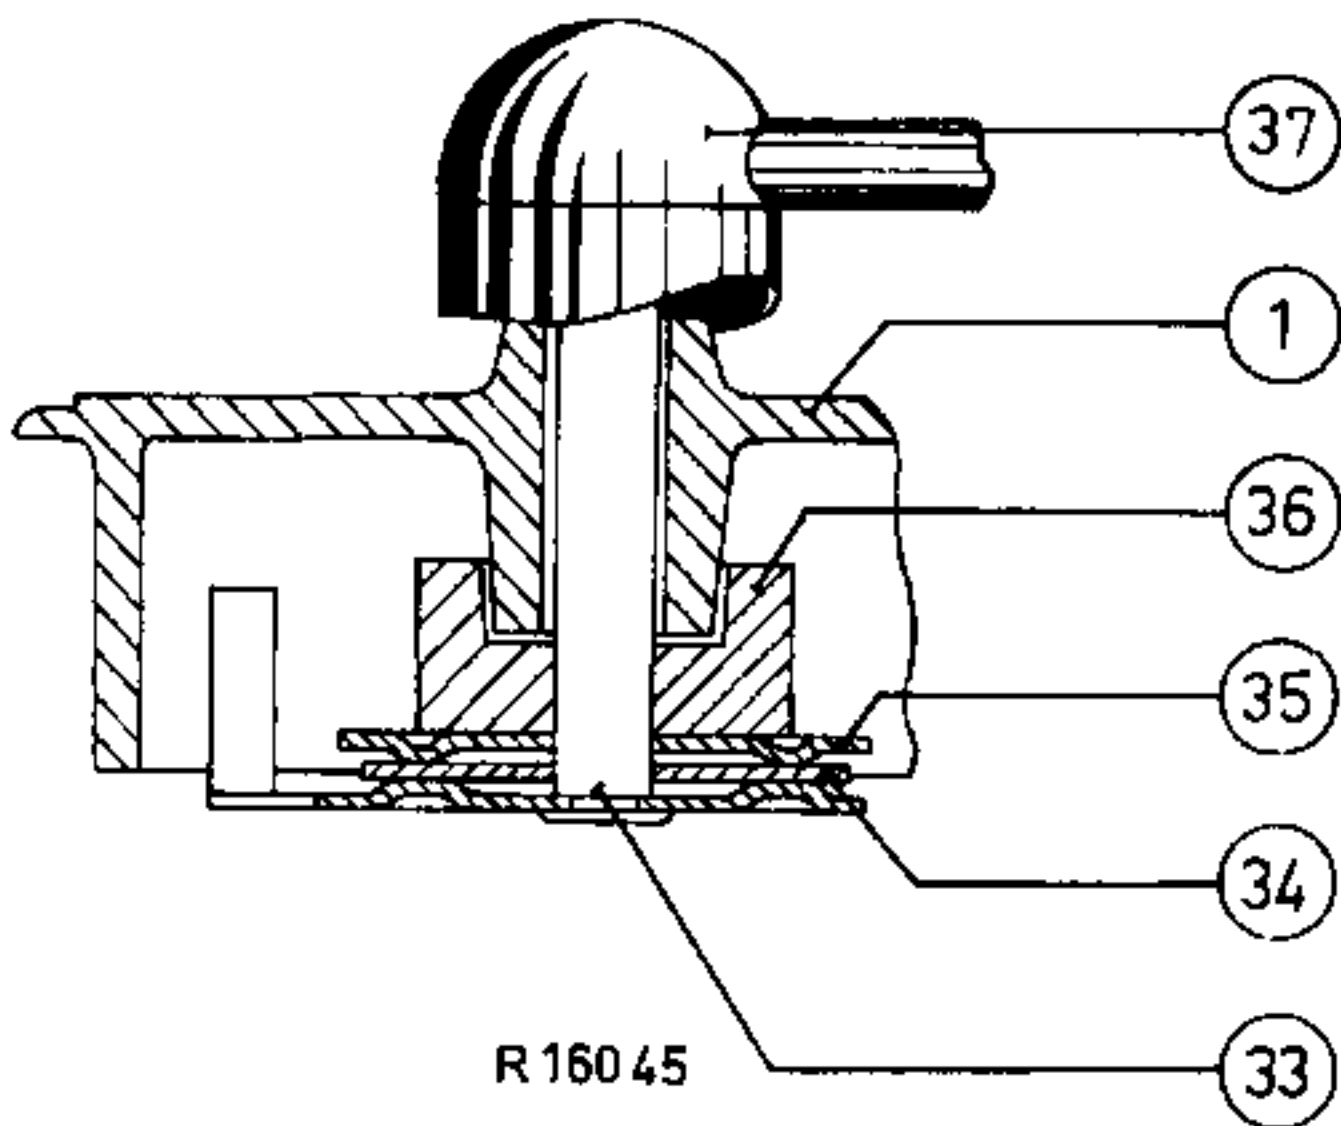

Fig.5
- g: Komt nu de stuitplaat 55 te dicht bij nok 3a, dan zal de stuitplaat 55 met de hieraan verbonden taster 54 bij elke omwenteling van de draaitafel iets terug geduwd worden. Als gevolg hiervan wordt de meenemer 35 ook iets verdraaid. Dit is mogelijk, door de frictie tussen de meenemer 35 en de P.U.-arm. (fig. 5.). De afstand die stuitplaat 55 tengevolge van de beweging van de P.U.-arm naar binnen aflegt, is niet groot genoeg om vóór de nok 3a te komen.